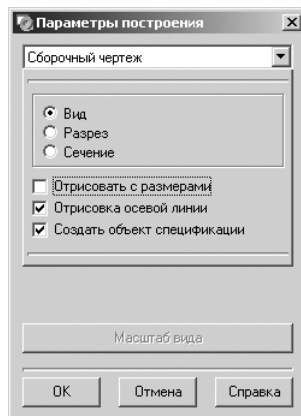

Рис. 4.66. Диалоговое окно **Параметры построения** с типом чертежа – **Сборочный чертеж**
- щелкните в раскрывшемся списке типов чертежа по пункту **Сборочный чертеж**. Изменится содержимое диалогового окна **Параметры построения**, см. рис. 4.66;